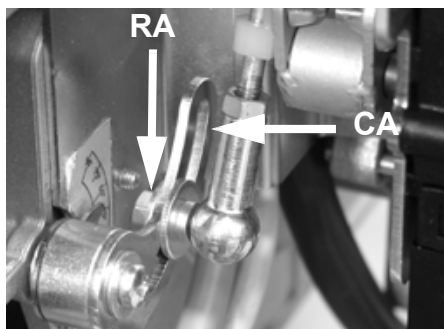
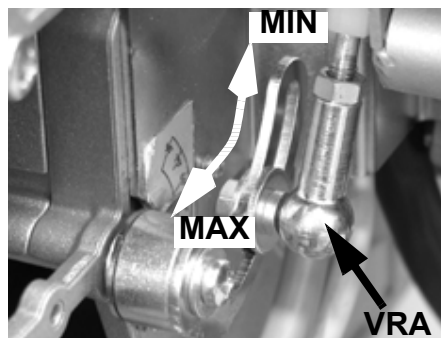

Fig. 12
Fig. 13
- 6 Pour régler le débit d'air, desserrer l'écrou RA (Fig. 12) et déplacer le levier VRA le long de la fente comme indiqué à la Fig. 13, pour augmenter le débit d'air. ou diminuer le débit d'air, jusqu'à l'obtention du débit requis, puis bloquer l'écrou RA dans la position correspondante.